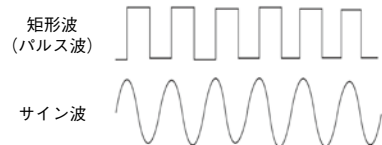

図 5-1 矩形波(パルス波)とサイン波の形状
**Q1** 周波数帯域 100MHz のオシロスコープは、100MHz のサイン波(図 5-1)の測定に適するでしょうか。